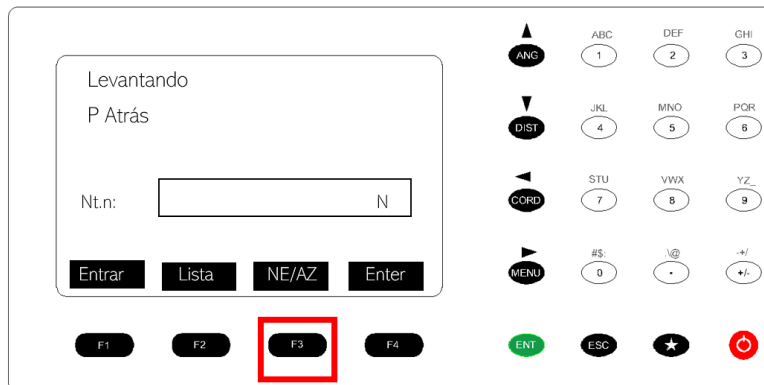

Figura 23. Comandos de la estación total.
27. En el nuevo menú presionar F3, NE/AZ. Figura 23.